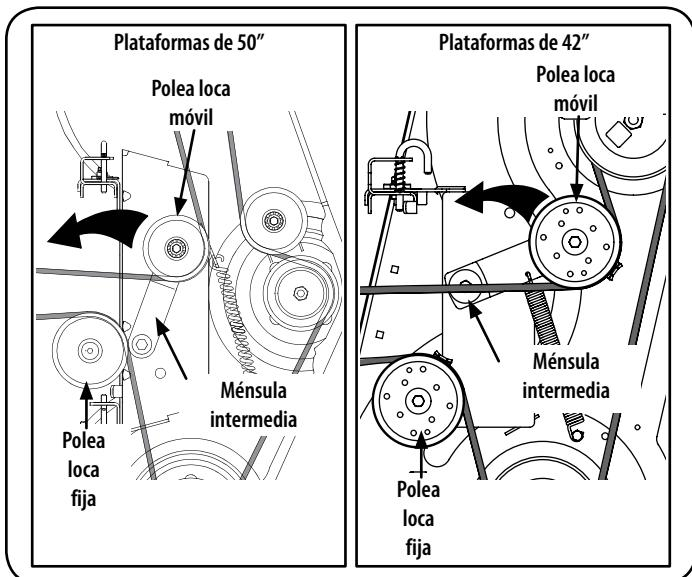

Figura 25
- Desde la parte media del tractor cortacésped, haga girar el soporte de polea loca y la polea loca móvil hacia atrás, separándolos de la parte posterior de la correa en 'V' a una distancia suficiente que permita levantar la correa, por encima de la polea loca. Vea la Figura 25.